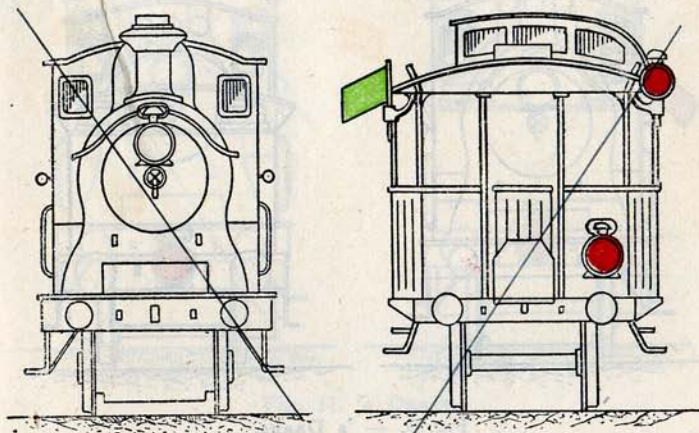

Fig. 7. — 's Daags.
**Een groene vlag**, om aan te kondigen dat een facultatieve, een buitengewone of een niet-alledaagsche trein (of locomotief) in de **andere richting** rijdt (fig. 7, pl. 4.)